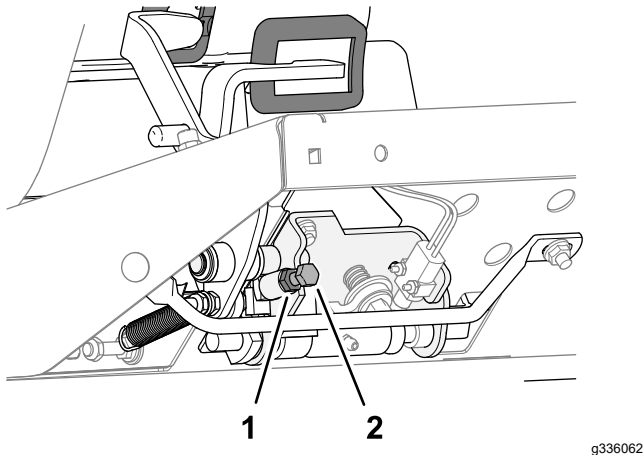

図 86
- 刈り込み速度を遅くするには、ストップねじ **図 86** を右に回す。